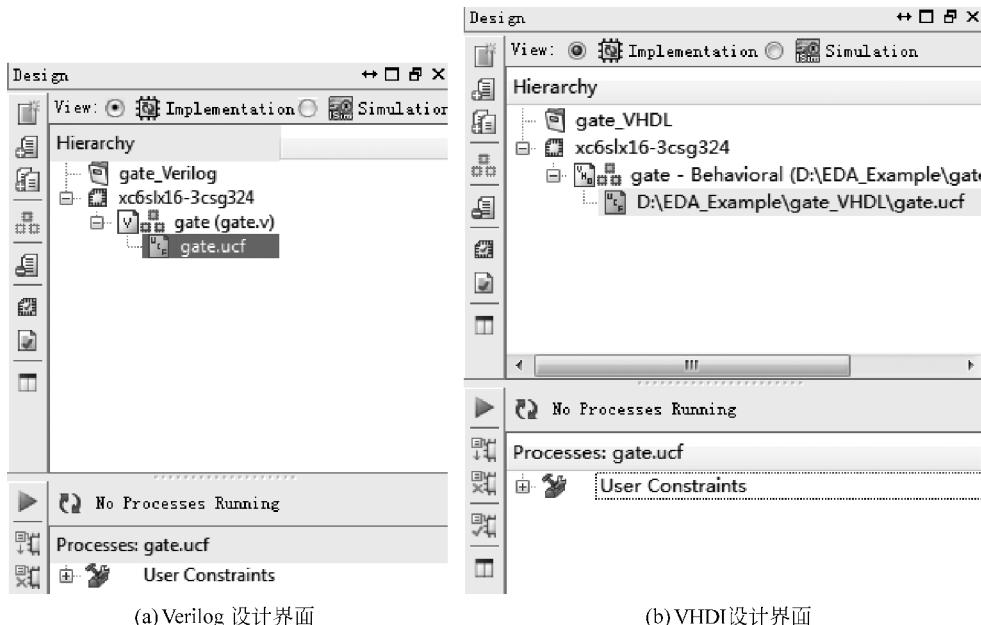
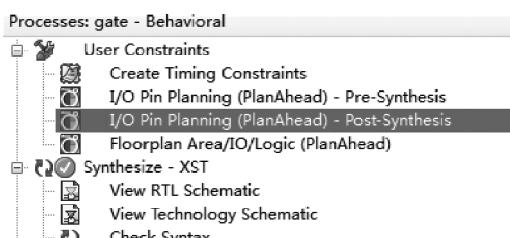

图 3.48 出现. ufc 界面
图 3.49 用户约束文件选择入口
- (4) 出现 New Source Wizard-summary 界面。新添加的用户约束文件为 gate.ucf。
- (5) 单击 Finish 按钮。
- (6) 如图 3.48 所示,在主界面的 Hierarchy 窗口下,添加 gate.ucf 文件。系统自动打开了空的 gate.ucf 文件,手动关闭该文件。
- (7) 在图 3.48(a)所示的界面内选中 gate.v 文件。对于使用 VHDL 的读者,在图 3.48(b)所示的界面内选中 gate.vhd 文件。
- (8) 如图 3.49 所示,在图 3.48(a)或者图 3.48(b)的下方窗口中,选择并展开 User Constraints。
- (9) 在展开项中,选择并双击 I/O Pin Planning(PlanAhead)-Post-Synthesis。
(14) 双击图 3.48 Hierarchy 面板内的 gate.ucf 文件图标，查看或修改管脚约束文件。